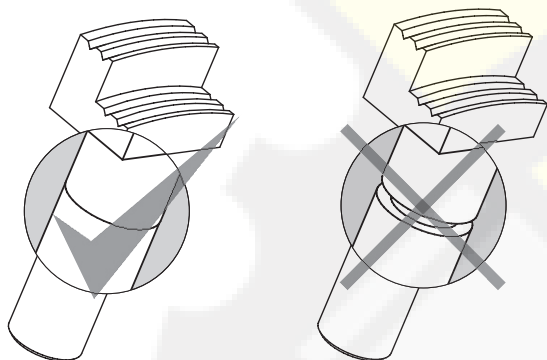

Рис.4
6.3.5 Подберите рихтовую насадку соответствующего профиля и смонтируйте её при помощи резбового соединения на сменный шток необходимой длины до полного соприкосновения (См.Рис.4).